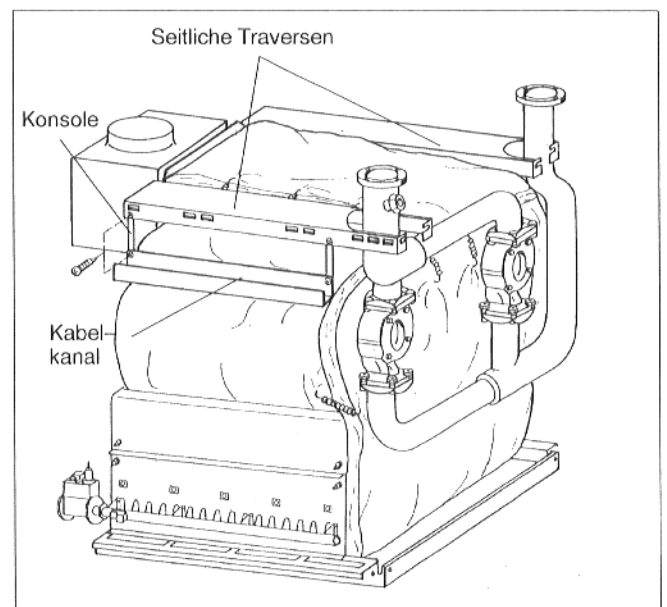

Abb. 31
- Die beiden seitlichen Traversen werden links und rechts auf die Konsolen gelegt und an Ihnen außen bzw. vorne auch innen mit Blehschrauben befestigt (Abb.31).
- Die beiden Kabelkanäle vorne und hinten an den Konsolen anschrauben (unterstes Loch in der Konsole, Abb. 31).